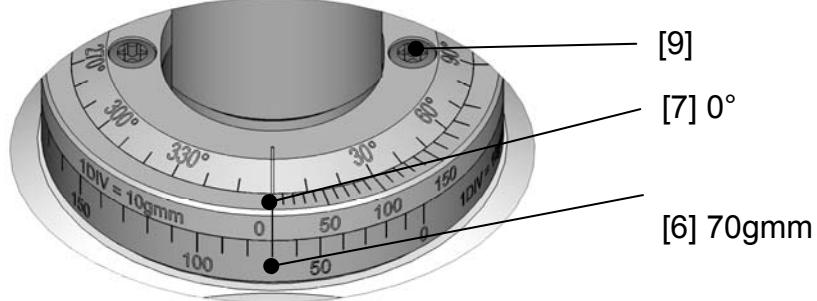

Fig. 3
5. Fig. 3: Unwuchtwert 70gmm vom Einstellring [7] auf 330° der Winkel Skala [8] zusammen mit Einstellring [6] drehen. Einstellringe mittels Klemmschrauben [9] festklemmen.
5. Régler la valeur du balourd 70gmm de la bague de réglage [7] sur 330° de l'échelle angulaire (tourner ensemble avec bague de réglage [6]), serrer les bagues de réglage. (Fig. 3)
5. Fig. 3: Set imbalance value of 70gmm on adjustment ring [7] to 330° on the angular scale [8] simultaneously with adjustment ring [6]. Clamp adjustment rings by means of tightening screw [9] (Torx Plus 15IP).